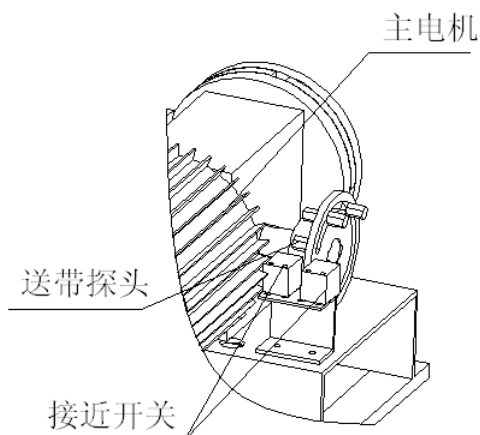

图 2-5
- ①.当两接近开关感应到如图 2-5 所示送带探头时，主电机启动，机器开始送带。